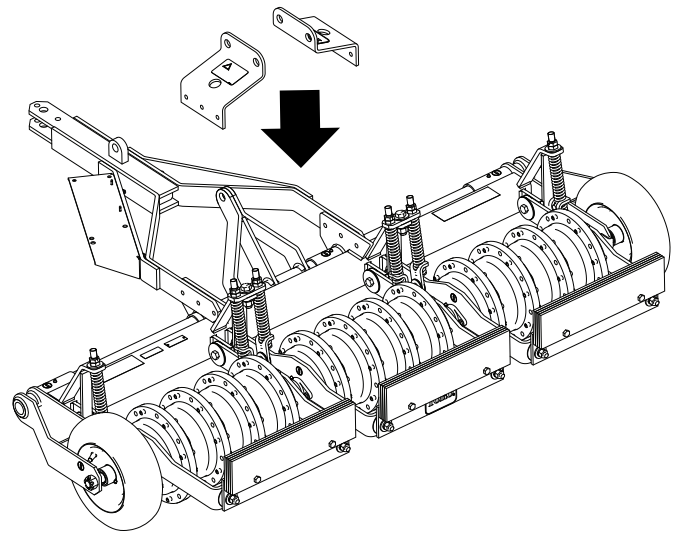

Figura 5
3. Allineate le staffe sull'arieggiatore come illustrato in Figura 5.